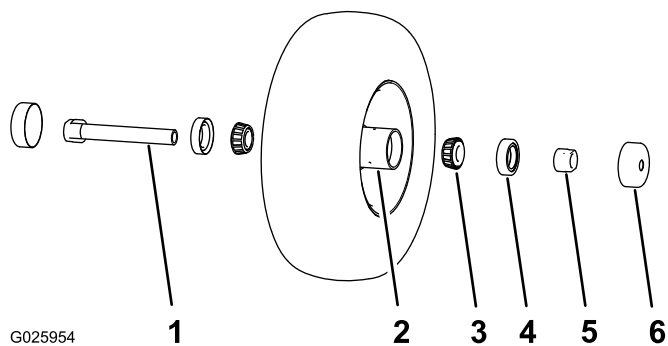

Figure 29
1. Déposez les 2 protége-joints du moyeu de roue (Figure 29).
2. Déposez 1 des écrous d'écartement de l'arbre de la roue pivotante (Figure 29).
Remarque: Notez que du frein-filet a été appliqué pour bloquer les écrous d'écartement sur l'arbre de roue (Figure 29).
3. Déposez l'arbre de la roue (en laissant l'autre écrou d'écartement en place) (Figure 29).
4. Faites levier pour extraire les deux joints de roulement (Figure 29).
5. Déposez les deux roulements et vérifiez s'ils sont usés ou endommagés (Figure 29).
1. Posez 1 roulement dans le moyeu de chaque roue (Figure 29).
2. Posez le joint de roulement dans le moyeu sur le roulement (Figure 29).
- C. Vissez l'écrou de l'arbre, les méplats tournés vers l'extérieur, au bout de l'arbre qui est enduit de frein-filet (Figure 29).
4. Insérez l'ensemble écrou et arbre de roue dans la roue, du côté roulement et joint neuf (Figure 29).
6. Insérez l'autre roulement, assorti d'un joint neuf, dans la roue (Figure 29).
9. Reposez les protège-joints sur le moyeu de roue (Figure 29).